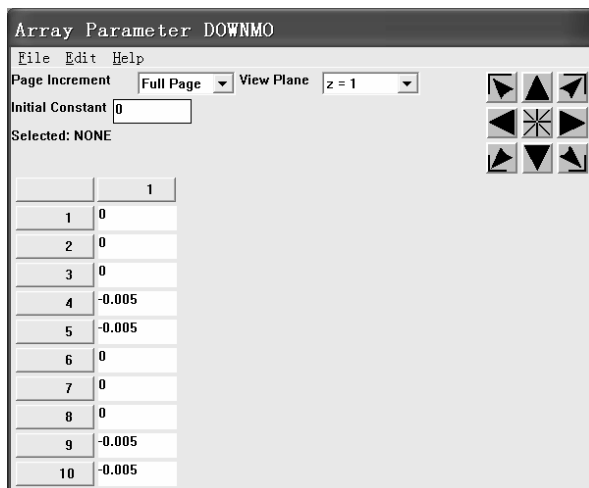

图 10-101 “Array Parameter DOWNMO” 窗口
(22) 单击“Array Parameter UPMO”窗口左上角的“File”下拉菜单,再单击下拉菜单中出现的“Apply”,再次单击“Array Parameter UPMO”窗口左上角的“File”下拉菜单,接着单击下拉菜单中出现的“Quit”返回到“Array Parameters”窗口。
(23) 用鼠标左键单击选中“Array Parameters”窗口中的“DOWNMO”,然后单击“Edit...”按钮,弹出“Array Parameter DOWNMO”窗口(见图 10-101)。在“Array Parameter DOWNMO”窗口左下方的 10 个方框中依次填入“0”、“0”、“0”、“-0.005”、“-0.005”、“0”、“0”、“0”、“-0.005”、“-0.005”。
(24) 单击“Array Parameter DOWNMO”窗口左上角的“File”下拉菜单,再单击下拉菜单中出现的“Apply”,再次单击“Array Parameter DOWNMO”窗口左上角的“File”下拉菜单,接着单击下拉菜单中出现的“Quit”返回到“Array Parameters”窗口。
(25) 单击“Array Parameters”窗口中的“Close”按钮关闭该窗口。